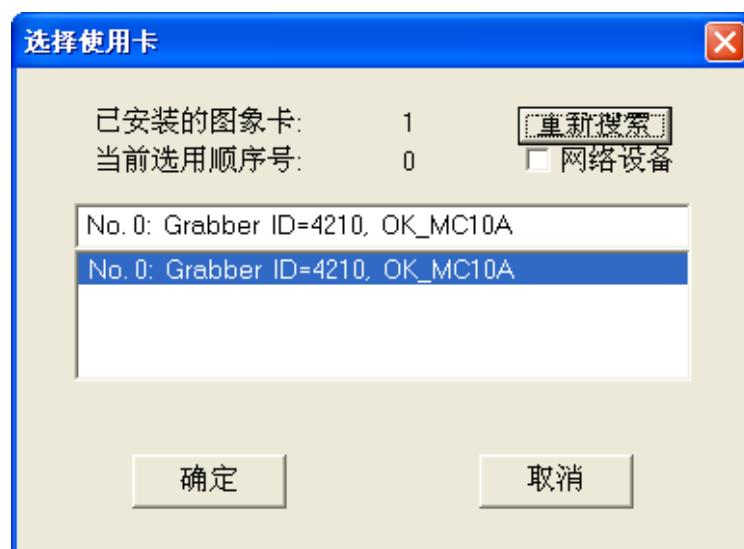
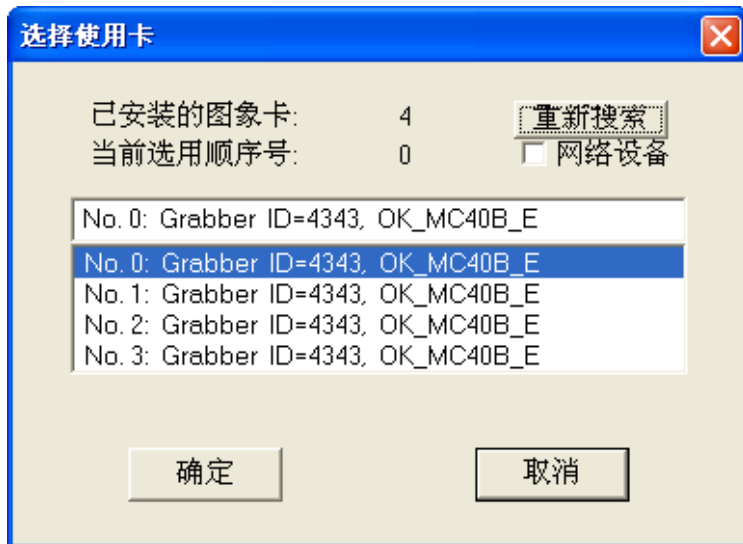

图 3
图 4
- 3, 确认缓存分配成功后, 运行 Ok Demo。首先点击“选项”菜单下的“选用图像板”, 会弹出如下对话框, 选择您要使用的图像卡并确定, 如图 3 所示。这里需要注意的是 MC30\MC30A-E\MC40B\MC40B-E 为一槽多卡, 打开“选用图像板”后, 会识别出多块硬件, 如图 4 所示。在设置参数之前需要先选择使用哪块卡, 然后按下面的步骤对该卡进行操作, 下面以 MC10A 为例对这类采集卡的使用方法进行介绍。